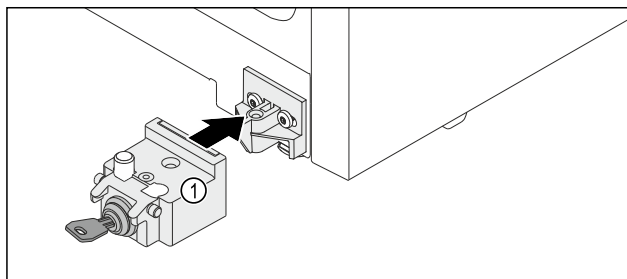

Fig. 18
- ▶ Schließvorrichtung Fig. 18 (1) aufsetzen.